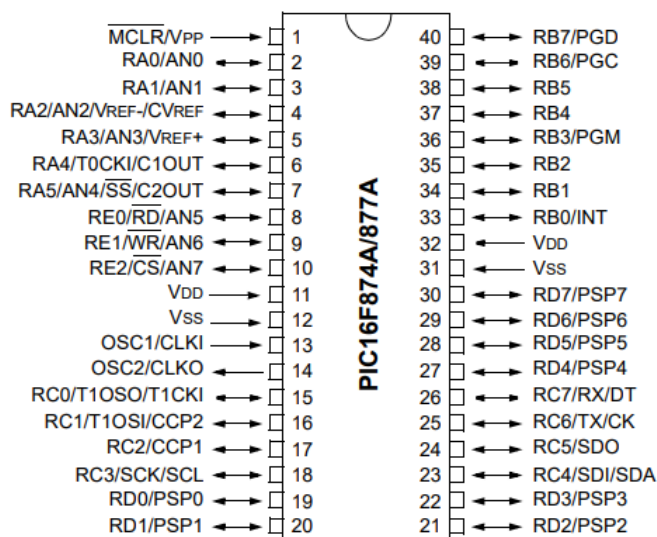

Figure4.8 Exemple de brochage d'un microcontrôleur (16F877)
- brochage du microcontrôleur (figure4.8)